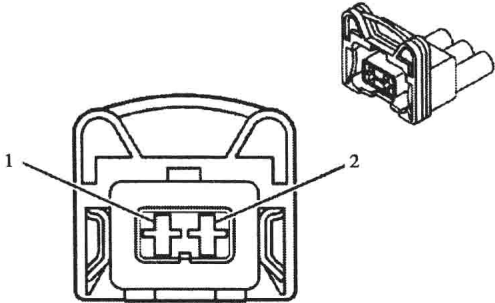

图 1-1-13 发动机冷却液加热器连接器端子图
4. 发动机冷却液加热器连接器端子图（图 1-1-13）及端子功能表（表 1-1-4）